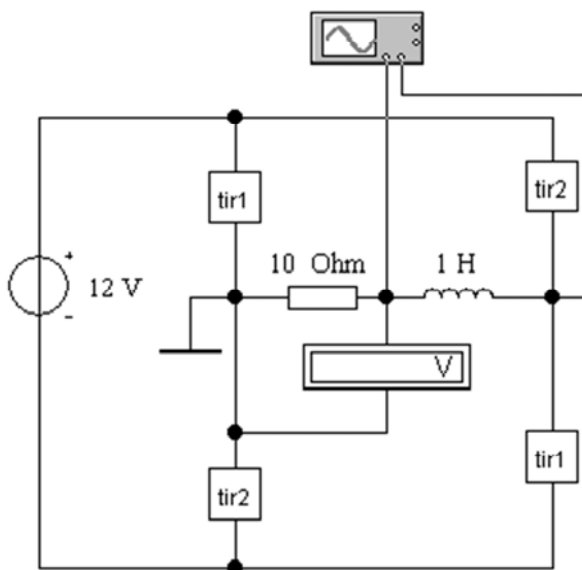

Рис. 21.1. Автономный инвертор напряжения (файл **ain2.ewb**)
1. Исследование автономных инверторов (АИ). Автономный инвертор напряжения (файл **ain2.ewb**, рис. 21.1). Обратите внимание на использование модели тиристора – управляемого временем ключа Time-Delay Switch и ограниченного времени работы схемы.